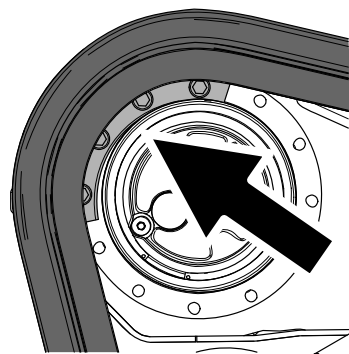

Figura 73
- Mueva el control de tracción hacia adelante hasta que el segmento del piñón de arrastre se engrane en la oruga (Figura 73).
- Aplique fijador de roscas a los pernos de otro de los segmentos del piñón de arrastre que retiró e instale el segmento del piñón (Figura 73). Apriete los pernos a 247–301 N·m (182–222 pies-libra).